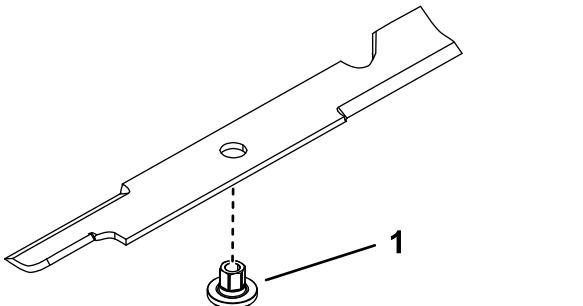

Figura 98
1. Instale el buje a través de la cuchilla con la brida del buje en el lado inferior (lado del césped) de la cuchilla (Figura 98).